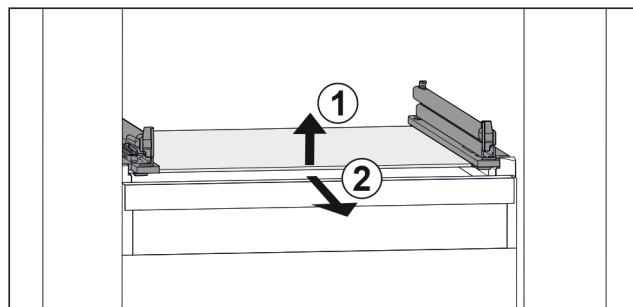

Fig. 114 Simbolična slika steklene plošče
- ▶ Stekleno ploščo dvignite v smeri naprej. Fig. 114 (1)
- ▶ Stekleno ploščo odstranite v smeri naprej. Fig. 114 (2)